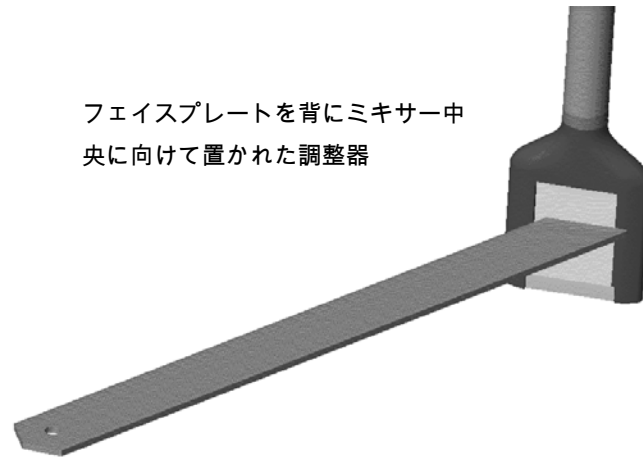

図 10 センシング面の調整用の Hydronix 社の角度調整器
- 良好な結果が得られる一般的な角度は 55° です。角度の設定には角度調整器を使います(図 10)